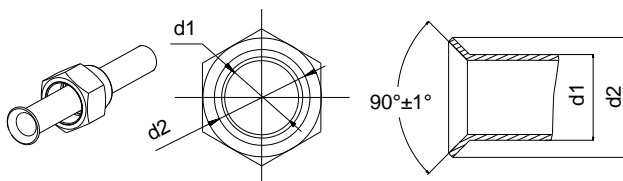

Рис. 11
- (1) Обрежьте трубу труборезом и удалите заусенцы римером.
(2) Во время работы направьте трубку отрезом вниз, чтобы предотвратить попадание мусора и обрезанных римером обрезков в трубку.
(3) Снимите конусные гайки со штуцеров подключения наружного блока и со штуцеров внутреннего блока, или возьмите их из комплекта принадлежностей. Затем оденьте гайки на соединительные трубы и выполните вальцовку концов соединительных трубопроводов с помощью развальцовки.
(4) Убедитесь, что конус в результате вальцовки получился ровный, с гладкой поверхностью, без трещин (рис. 11).